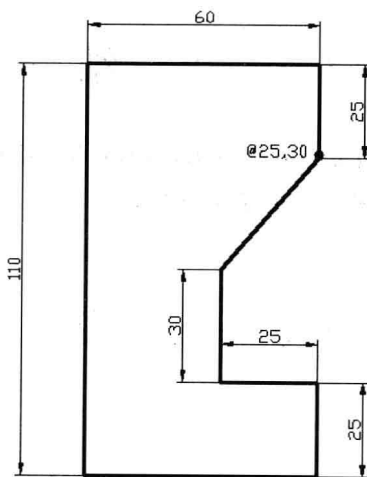

图 3-9-2
(2) 使用直线命令, 通过启用“正交捕捉”功能, 并输入直线长度和输入直线端点相对坐标值, 绘制图 3-9-2 所示的图形。